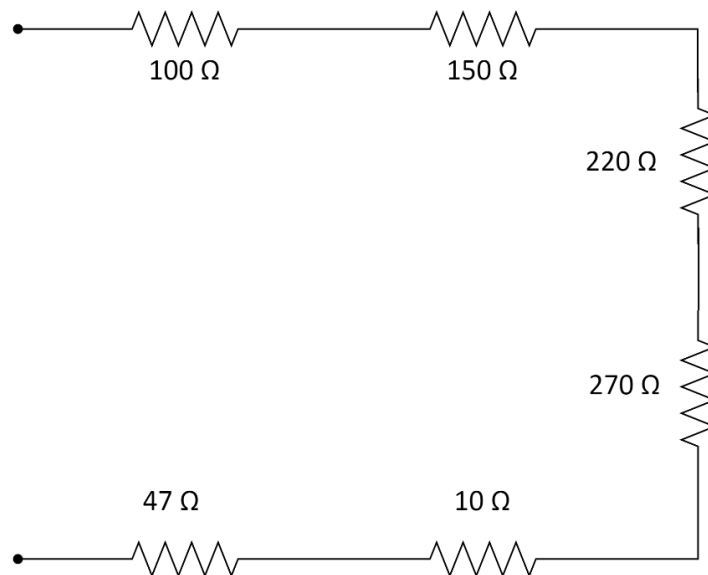

Figura 2.10. Circuito en serie.
1.1 Implementa el circuito de la *figura 2.10* en el protoboard.